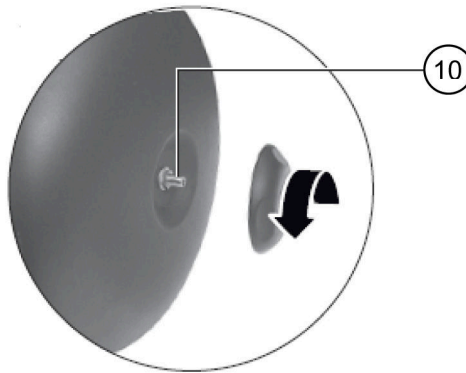

Рис. 5
1. Открутить заглушку ниппеля 10 (рис. 5), расположенную с тыльной стороны гидроаккумулятора, против часовой стрелки.